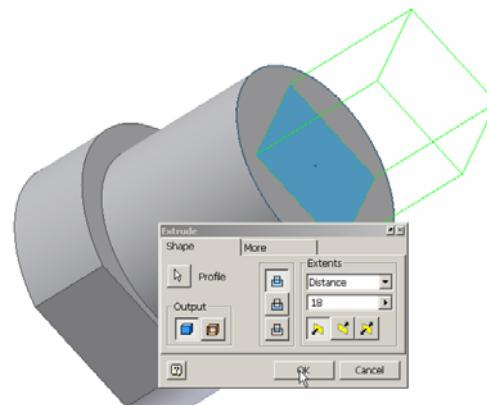

Figura 2.8.12.
- din lista **Extents** - opțiunea **Distance** - distanță de extrudare **18**, conturul de extrudare fiind automat preselectat la lansarea comenzi, prin afișarea acestuia într-o culoare specifică selecției, figura 2.8.12.